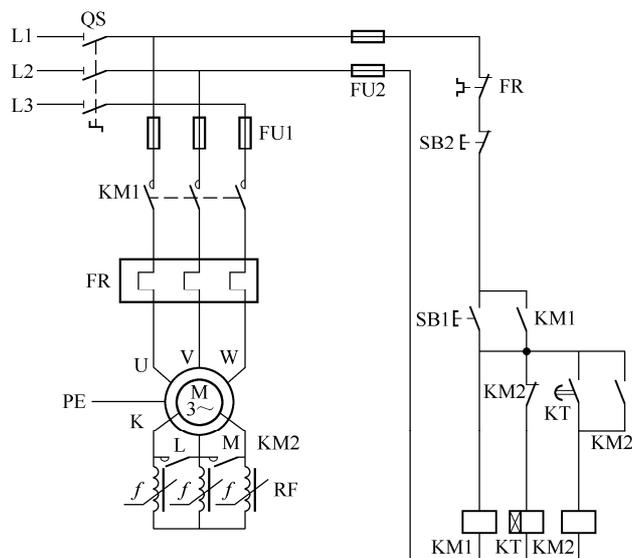

图 3-30 串接频敏变阻器自动启动控制电路图
(1) 按表 3-10 配齐所用电器元件，并进行质量检验。要求其外观完好无损，型号规格标注齐全、完整，各项技术指标符合规定要求。
(2) 根据图 3-30 所示电路图，画出布置图。
(3) 在控制板上按布置图安装除电动机、频敏变阻器以外的电器元件，并贴上醒目的文字符号。安装要做到元件布置整齐、匀称、合理、紧固，不损坏电器元件。
(4) 根据电路图在控制板上进行板前线槽布线、套编码套管和冷压接线头。布线要做到横平竖直、整齐、分布均匀、紧贴安装面及走线合理，套编码套管要正确，严禁损伤线芯和导线绝缘，各接点要牢靠不松动，并符合工艺要求。
(5) 安装电动机、频敏变阻器。